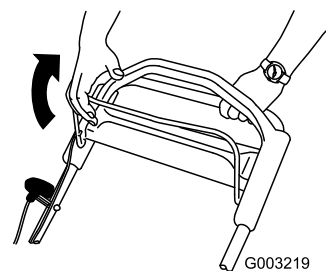

Figura 13
3. Sujete la barra de control de la cuchilla contra el manillar (Figura 13).